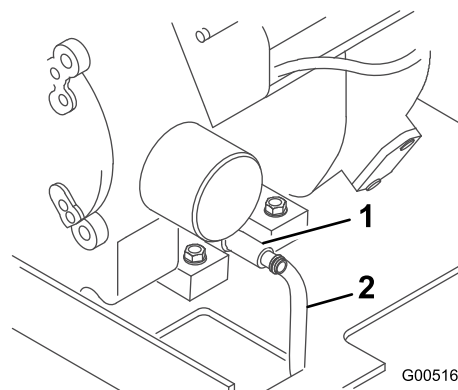

Figure 20
- Raccordez une extrémité du flexible au robinet de vidange et placez l'autre dans un bac (Figure 20).
- Ouvrez le robinet de vidange d'huile en le tournant dans le sens antihoraire et en le soulevant (Figure 20).